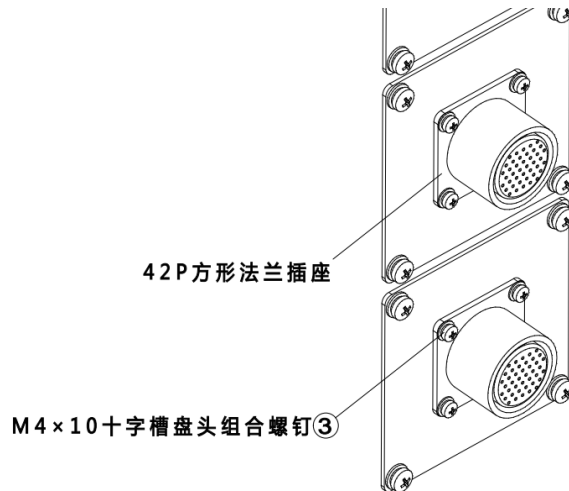

图 19-12 42P 方形法兰插座
步骤2. 将两根②MF 用户 I/O 柜内线带有双排 40P 连接器插头的一端的 42P 方形法兰插座通过 8 个③ M4X10 十字槽盘头组合螺钉安装在用户 I/O 母座安装板上，参考图 19-12。